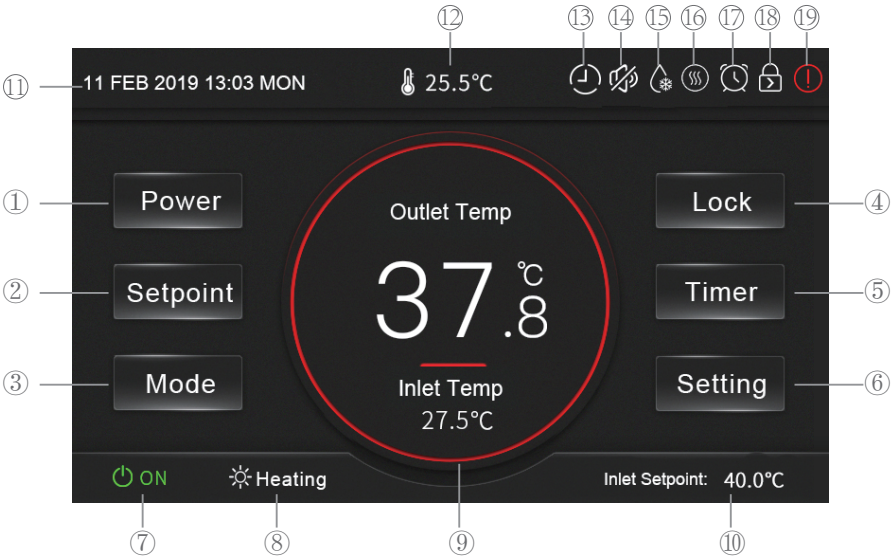

Рис.3 Інтерфейс увімкнення живлення
(2) Вибір режиму
У головному інтерфейсі натисніть кнопку «Mode» (3), щоб вибрати режим охолодження, обігріву або ГВП. Після цього рядок стану (8) відобразить поточний робочий стан. У головному інтерфейсі увімкнення (рис. 3) колір кола дисплея (9) змінюватиметься відповідно до робочого стану (охолодження: синій; обігрів: червоний; ГВП: жовтий).
(3) Налаштування цільової температури